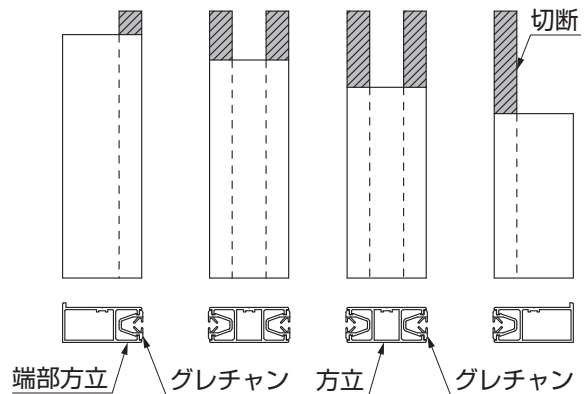

図6-2 長さ方向 上段スクリーンの場合
- ②長さ方向 上段スクリーンの場合は、はめ込んだグレチャンを端部方立・方立の寸法に合わせて切断してください。(図6-2参照)
- ③端部方立を上下枠、中棧に【7-1】で取付けてください。
- ④パネルをわん曲させながらはめ込んでください。
- ⑤方立を上下枠、中棧にあてがい、パネルにスライドさせてはめ込み【7-1】で固定してください。